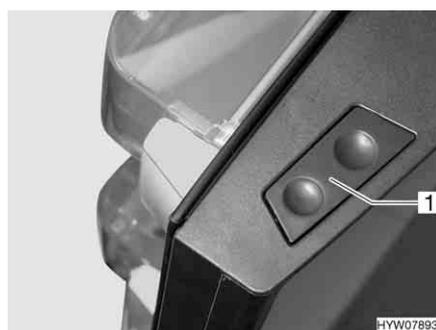

Fig. 142 Tasto di sblocco della porta del frigorifero (serie Dometic 8)
- Premere il tasto di sblocco (Fig. 142,1) e aprire la porta del frigorifero.